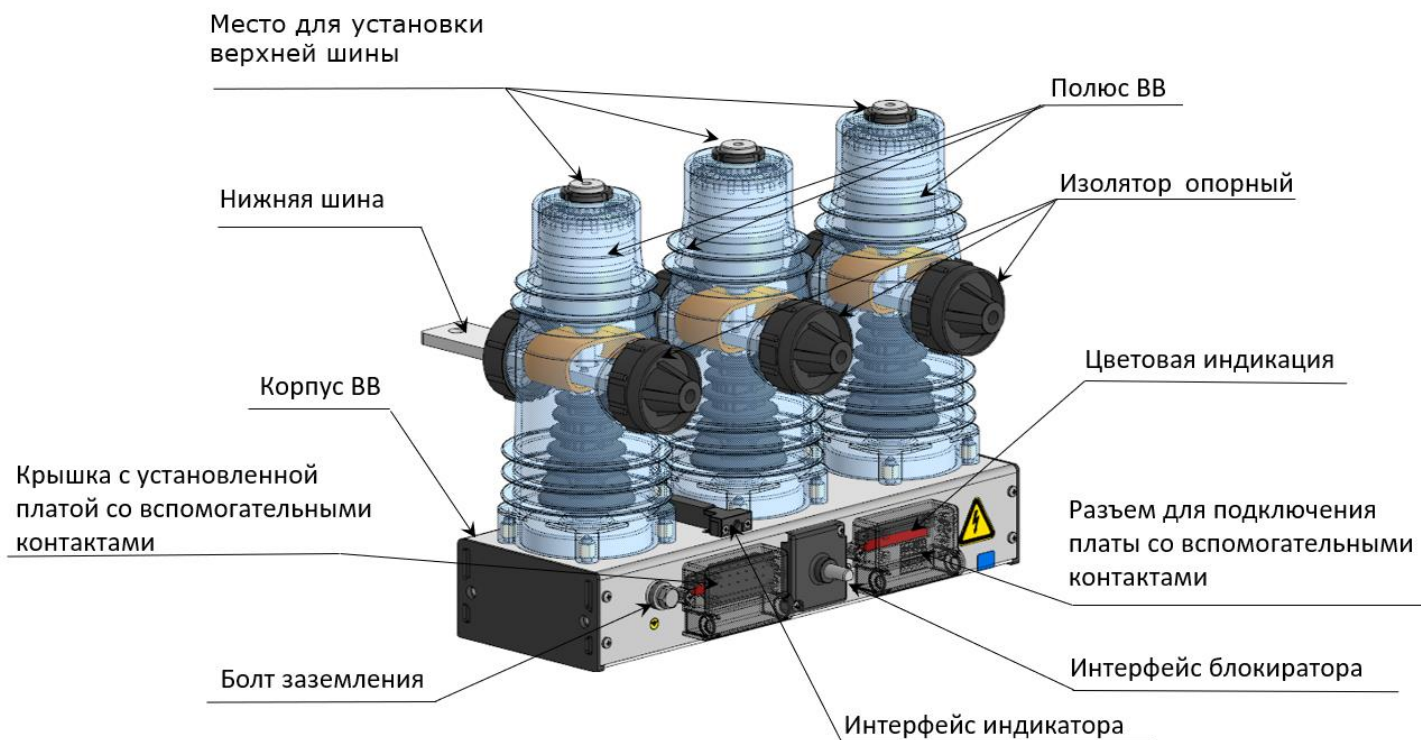

Рисунок 2 – Основные элементы конструкции ВВ с кодом конструктивного исполнения 7, 8 ( $I_{o,ном}$  до 20 кА)
1.5.5 Для обеспечения изоляции конструкции ВВ с кодом конструктивного исполнения 7, 8 ( $I_{o,ном}$  до 20 кА) сверху корпуса полюса устанавливают изолятор, а с противоположной стороны шин устанавливают опорные изоляторы (см. рисунок 2) .
– две крышки (см. рисунок 2, 3), в каждую из которых установлена плата со вспомогательными контактами 3 НЗ и 3 НР (см. 1.3) для внешних вспомогательных цепей, используемые во внешних цепях управления и сигнализации;